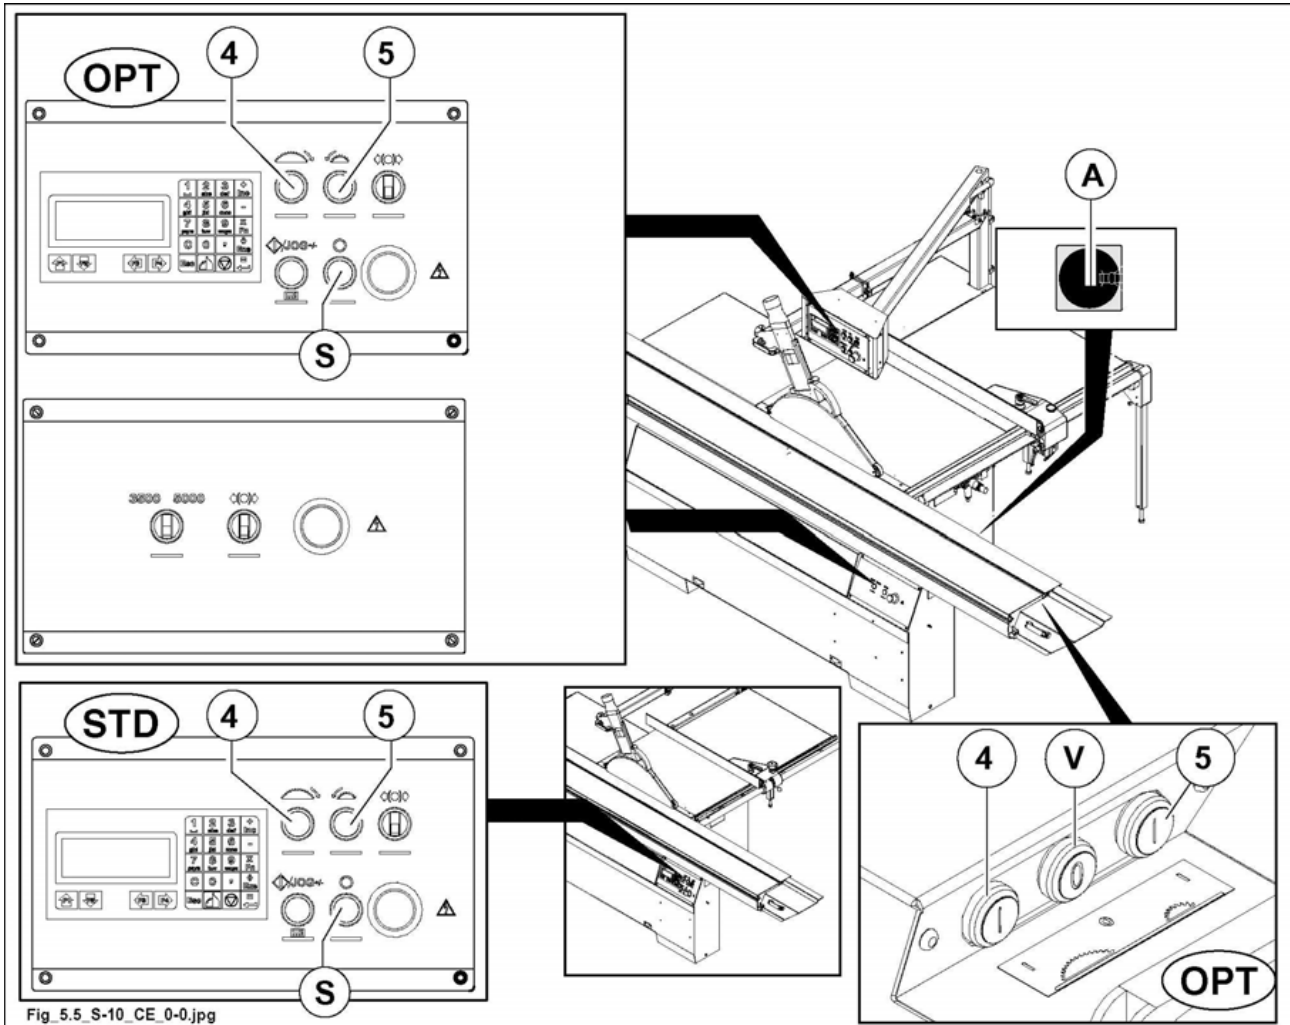

Abb. 5.5
- Hauptschalter (A Abb. 5.5) auf I (ON) gedreht ist.
- 1) Drucktaster (4 Abb. 5.5) drücken um den Sägemotor zu starten.
- 2) Drucktaster (5 Abb. 5.5) drücken um den Ritzsägemotor zu starten.
das Anlassen des Motors der Ritzsäge ist möglich nur nach dem Anlassen des Sägemotors: Meldlampe (4 Abb. 5.5) angezündet.
Zur Stillsetzung des Hauptsägeblattes und der Ritzsäge Drucktaster (S Abb. 5.5) drücken.
Mit den Start-/Stoptasten der Maschine, die im Schiebetisch integriert sind  zur Stillsetzung des Hauptsägeblattes und der Ritzsäge Drucktaster (V Abb. 5.5) drücken.
Drehen Sie den Hauptschalter (A, Abb. 5.5) in die Position 0.